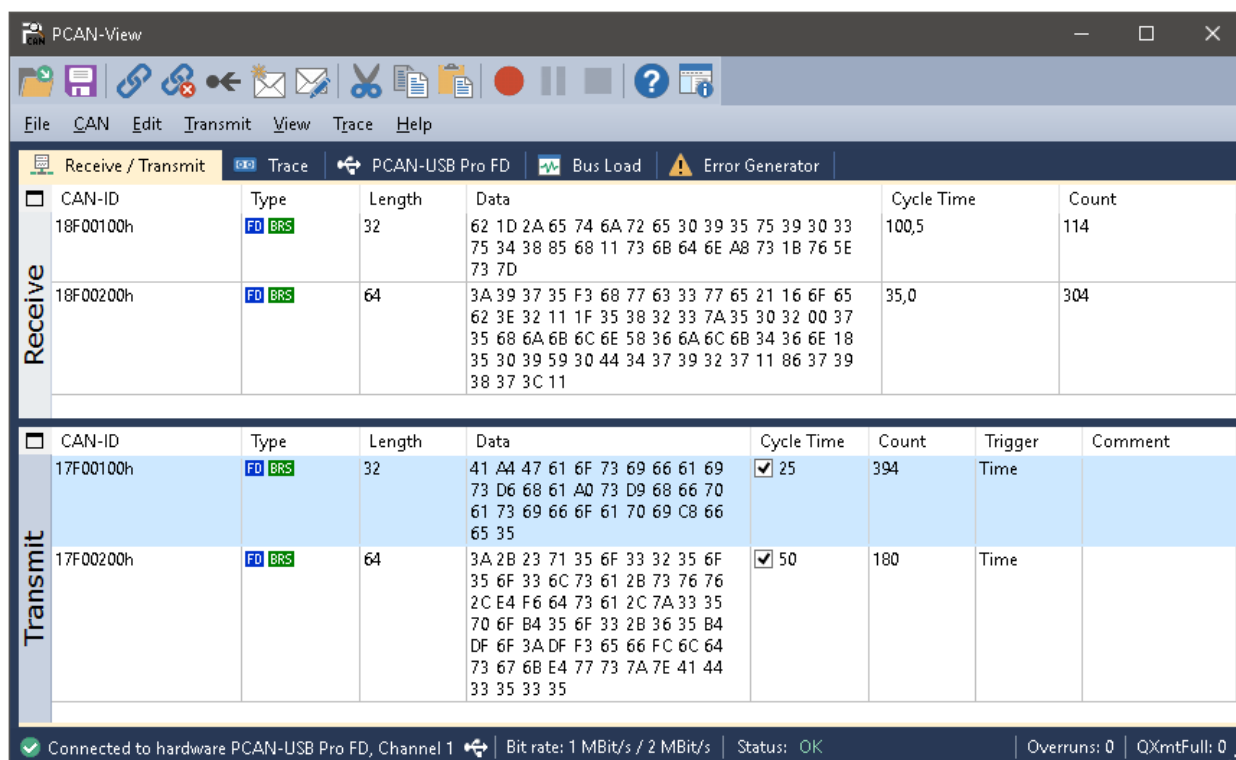

図 14 : Receive / Transmit タブ
9. **OK** をクリックしてダイアログボックスの設定を確認します。PCAN-View のメインウィンドウが表示されます（図 14 参照）。